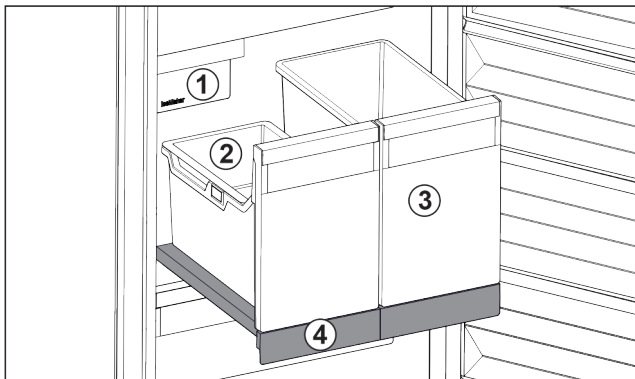

Fig. 116 Izvlačna ploča s IceTower
- (1) IceMaker
- (2) Ovjесna posuda za kockice leda
- (3) Spremnik za npr. pizzu, alkoholna pića
- (4) Izvlačna ploča
Na izvlačnoj ploči se nalaze dva visoka spremnika (IceTower). U spremniku se skupljaju i spremaju Fig. 116 (2) kockice leda iz IceMaker. Spremnik Fig. 116 (3) je prikladan za čuvanje visokih namirnica kao što su pizza ili alkoholna pića. Izvlačna ploča s IceTower montirana je na staklenoj ploči s izvlačnim vodilicama. Izvlačnu ploču možete rastaviti radi čišćenja.